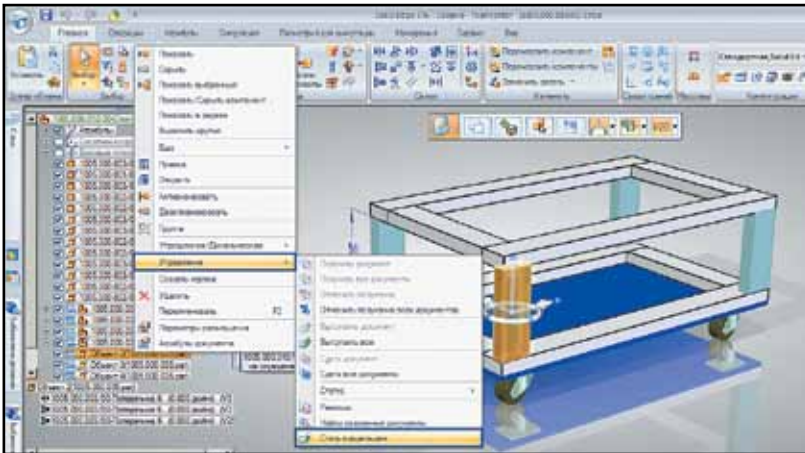

Рис. 12. Возможность "захвата" чужих данных под управление Solid Edge
- (Управление → Стать владельцем) (рис. 12) или из окна помощника "Только для чтения".